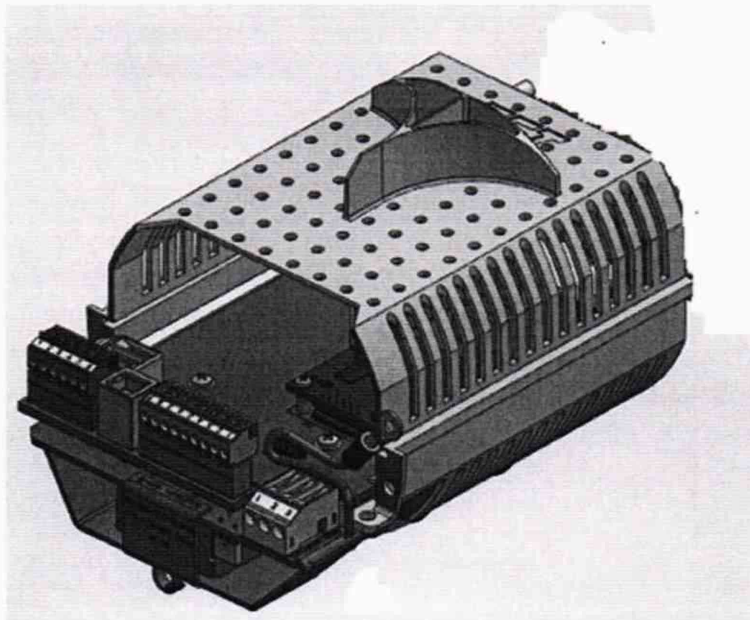

Рисунок 8 – Схема расположения плат в блоке электроники
1. Обесточивается прибор и открывается задняя крышка корпуса расходомера для доступа к блоку электроники (рисунок 8).